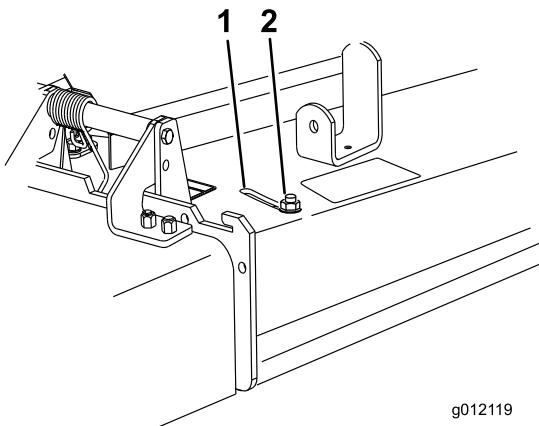

Figura 31
3. Para ajustar el deflector, afloje la tuerca (Figura 31).